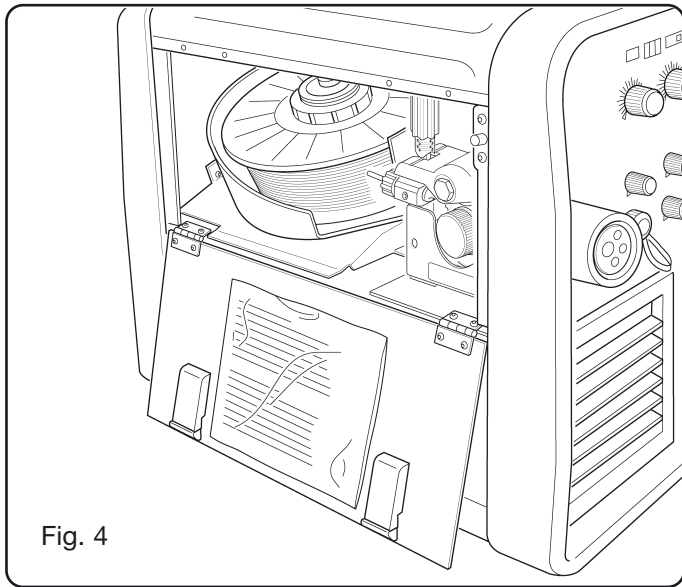

Fig. 4
- Escolher o programa a utilizar consultando a lista colocada no interior de um envelope na lateral móvel (Fig.4).